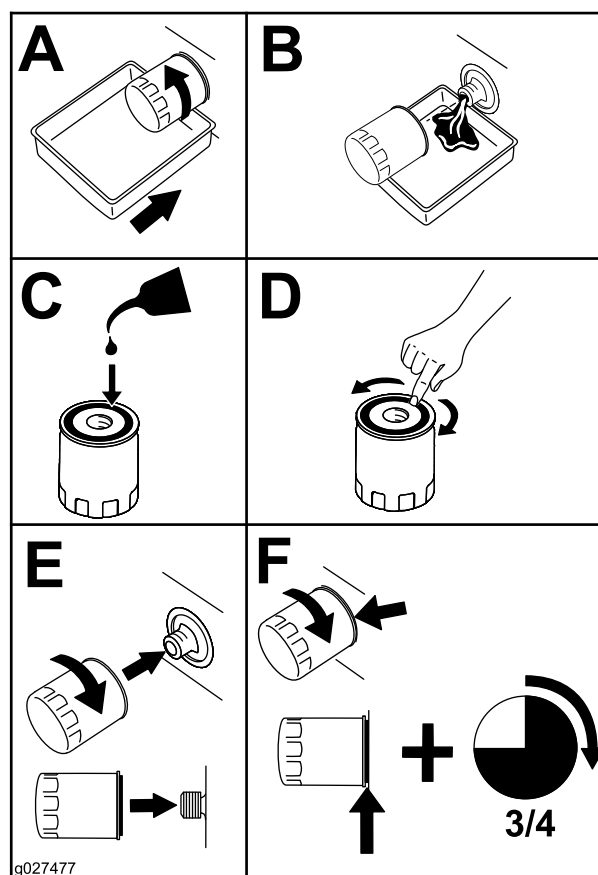

Figure 30
4. Remplacez le filtre à huile (Figure 30).